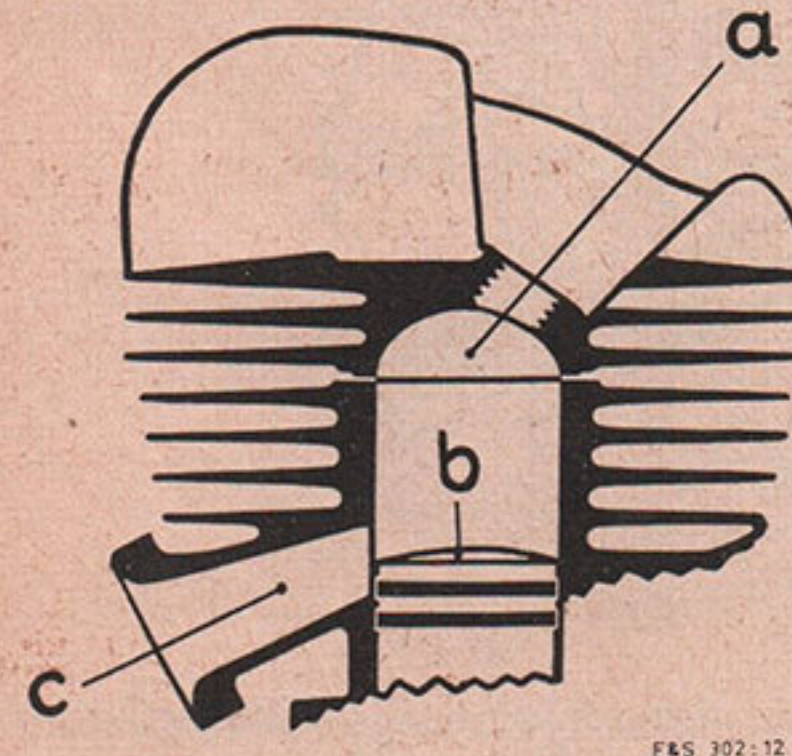

Figure 17
**Culasse a** (Fig. 17). Enlever la calamine à l'aide d'un grattoir, ou, à la rigueur, à l'aide d'un tournevis; en effectuant cette opération, éviter d'endommager la surface de la culasse.
**Canal d'échappement c** (Fig. 17). Dévisser l'écrou d'échappement et démonter le tube d'échappement. Enlever les dépôts de calamine au moyen d'un tournevis approprié. Des résidus de calamine qui tomberaient sur la tête de piston, sont soufflés vers l'extérieur. – Attention: Danger de casse pour les segments.
**Piston b** (Fig. 17). Amener le piston à son point mort haut et enlever uniquement la grosse croûte en forme d'écailles, sur la tête du piston. Ces dépôts sont assez libres et relativement faciles à faire partir.